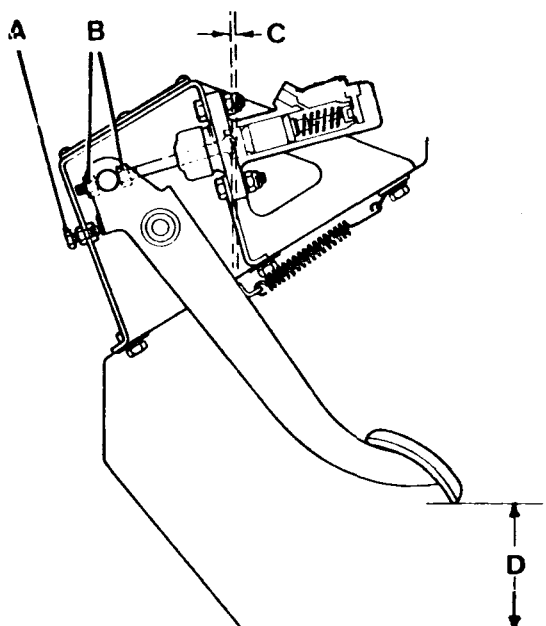

Fig. B-7 Ajuste del pedal y varilla del cilindro principal
- 3.1. Una vez aflojadas las contratuercas (Fig. B-7) de la varilla de empuje del cilindro se comprobará si la separación entre la parte inferior del pedal y el piso de la cabina es de 140 mm. En caso necesario, el ajuste se hará por medio del tope correspondiente.